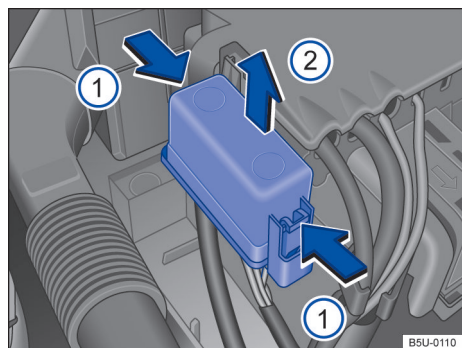

Fig. 145 En el compartimiento del motor: cubierta de la caja de fusibles.
- Presionar las trabas en el sentido de la flecha → fig. 145 ⓘ, para desbloquear la cubierta de la caja de fusibles.